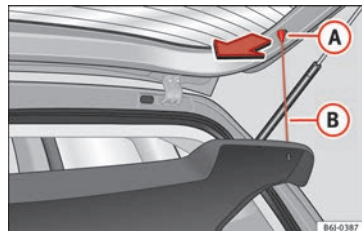

Bild 149 Hatthylla
– Haka loss öglorna » bild 149 B från sina fästen A.